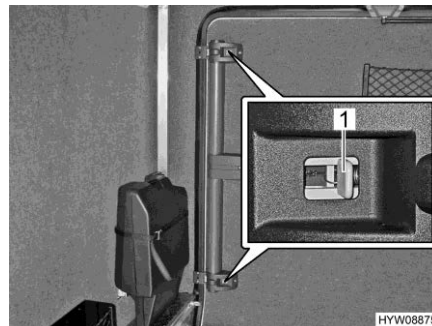

Fig. 56 Porta del garage (sbloccaggio di emergenza dall'interno)
- Spingere i cursori grigi (Fig. 56,1) presenti sulla chiusura superiore e inferiore verso il centro della porta.